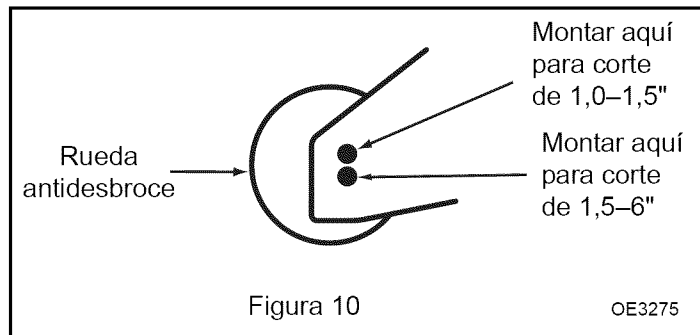

Figura 10
4. Para ajustar los rodillos antidesbroce, extraiga los pernos de 1/2-13 x 5" y vuelva a montarlos en el orificio apropiado para la altura de corte deseada (consulte figura 10).